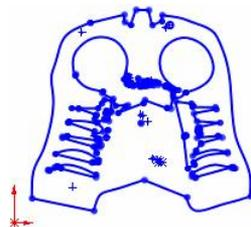

图 1.2.39 删除图片
(6) 单击 按钮，关闭“草图图片”对话框，右击图片，在弹出的快捷菜单中选择 删除 (D) 命令，在弹出的“确认删除”对话框中单击 是(Y) 按钮，将图片删除，剩下草图轮廓如图 1.2.39 所示。